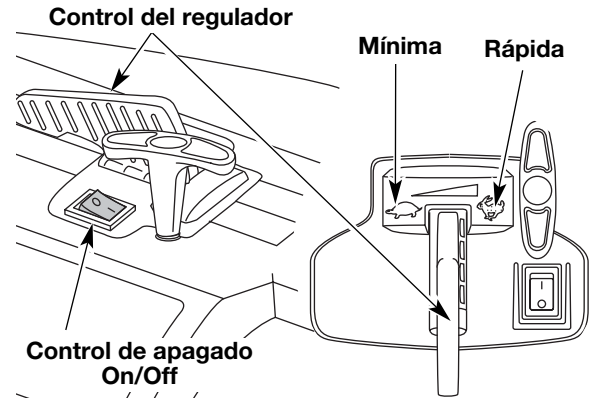
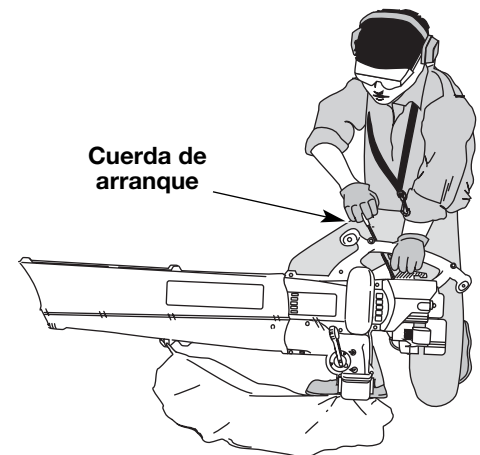

Fig. 9
Fig. 11
ADVERTENCIA: Evite los arranques accidentales. Esté en posición de arranque cuando hale la cuerda (Fig. 11). Tampoco ponga la unidad sobre ninguna superficie excepto sobre una superficie limpia y sólida, mientras se pone en marcha. Los desechos tales pueden ser absorbidos por la toma de aire y ser lanzados por la abertura de descarga, causándole daños a la unidad, propiedad o causándole lesiones graves a los espectadores o al operador.
5. Ponga la unidad en la posición de arranque (Fig. 11). Coloque el control del regulador en la posición de **RÁPIDA** (↻) (Fig. 9).